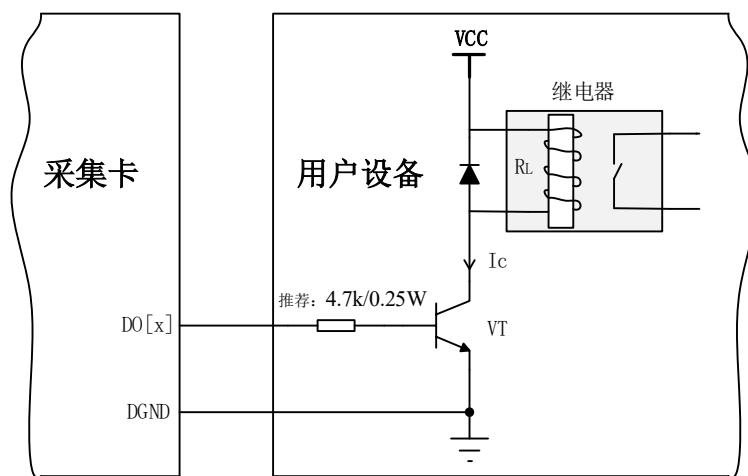

图 7-4-2 DO 数字量控制继电器电路
- 如果将 PFI 或 DIO 配置为输出状态，请了解连接到这些信号的负载的电流要求。不要超过设备指定的电流输出限制；本公司为需要高电流驱动的数字应用提供了多种解决方案，例如图 7-4-2 所示方案用以实现驱动 24V 继电器。
当用户需驱动高电压或大电流设备时（比如 24V 继电器），需要用户自行设计外围驱动电路，可使用三极管驱动方式，如图 7-4-2， $I_c \approx V_{CC}/R_L$  ( $R_L$  为继电器内阻)，用户使用时一定要注意  $I_c$  要小于三极管 VT 的最大集电极电流。